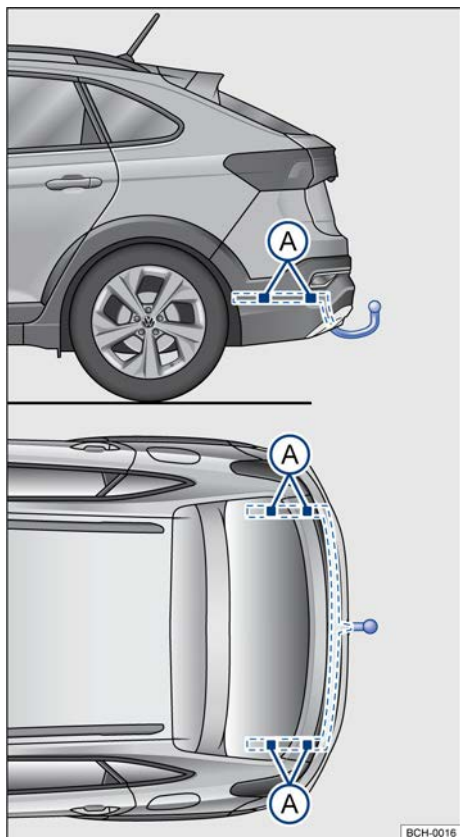

Fig. 156 Pontos de fixação para instalar um dispositivo de reboque posteriormente.
A figura → Fig. 156 ilustra, como exemplo, o ponto de fixação para instalar um dispositivo de reboque do modelo Nivus.
A montagem posterior de um dispositivo de reboque deverá ser efetuada de acordo com as instruções do respectivo fabricante do engate, sempre respeitando os pontos de fixação indicados na → Fig. 156 (A).